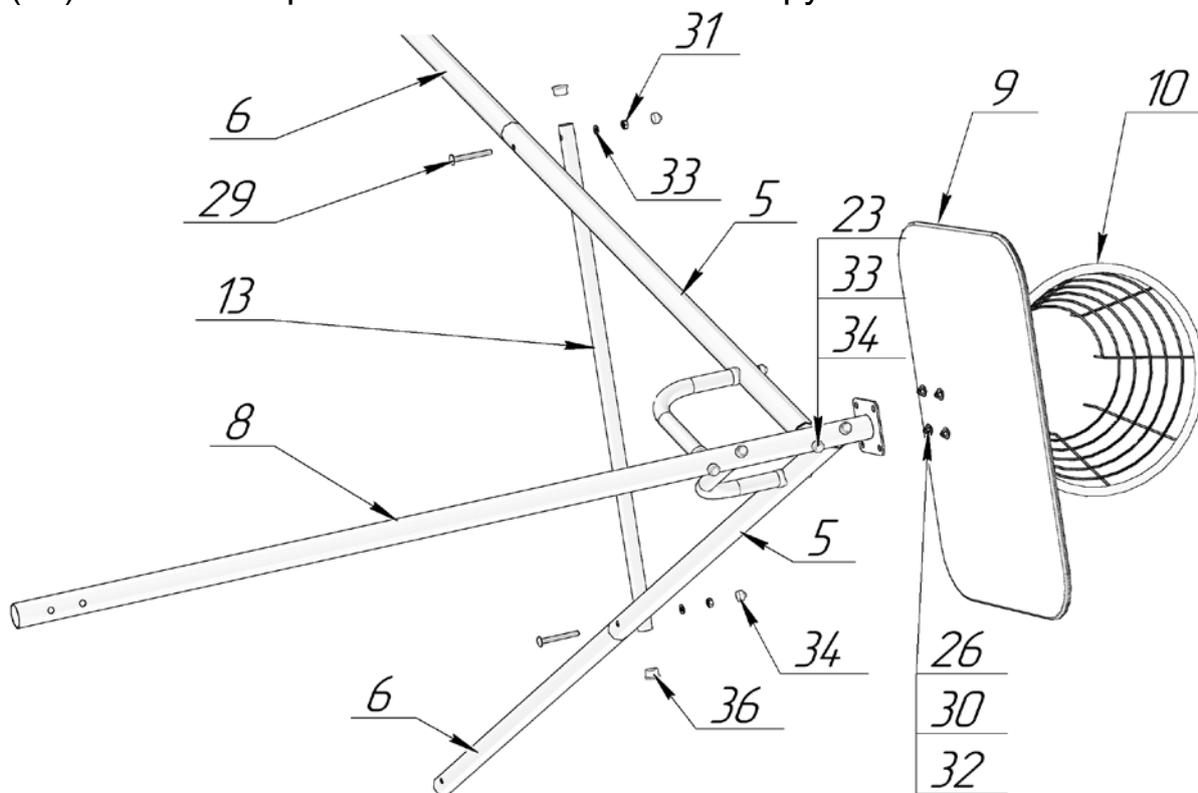

Рис.6
5.4. Сборка секции качелей представлена на рис. 6.